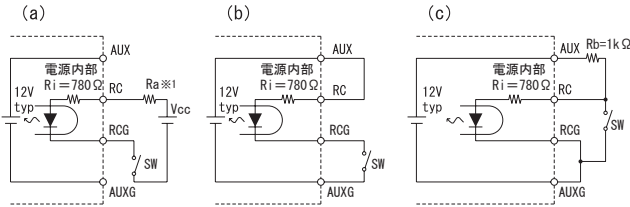

図1.3 リモートコントロール回路の接続例
■出力のオンオフは、CN1/CN2へ信号を入力することで可能となります。外部電源を使用した場合の接続例を図 1.3 (a) に、内蔵した AUX を使用した場合の接続例を図 1.3 (b)、図 1.3 (c) に示します。
- ①RCに電流を流し込むことで、出力を停止します。
表1.3 リモートコントロールの仕様2 (図1.3の場合)